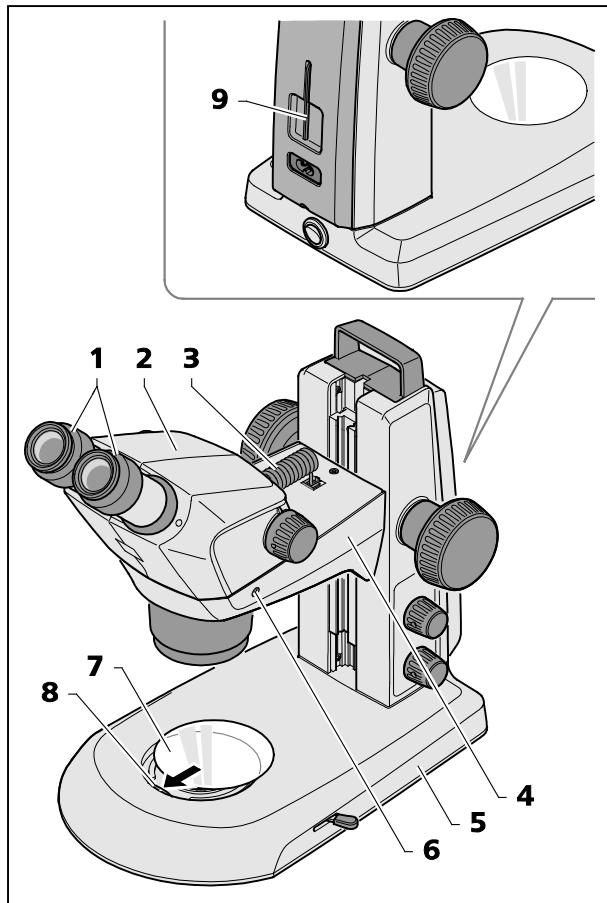

図 10 双眼実体顕微鏡の設置
- Stemi 305 本体 (図 10/2) をまだ取り付けていない場合、これを Stemi キャリア (図 10/4) に挿入し、位置を調整し、固定ネジ (図 10/6) で固定します。
対応する六角棒レンチ (図 10/9) は機器背面のホルダーの中に入ります。
- 2個の接眼レンズ (図 10/1) をまだ取り付けていない場合、これらを接眼レンズホルダーに差し込みます。
- 同梱の接続ケーブル（図 10/3）を Stemi 本体のソケットと Stemi キャリアのソケットに差し込みます。
- ガラスプレートまたはプラスチックプレート（黒/白）（図 10/7）をスタンドベースのマウントにセットします。
この時、ガラスプレートまたはプラスチックプレート（黒/白）をスプリング（図 10/8）に押し付けてかみ合わせます。